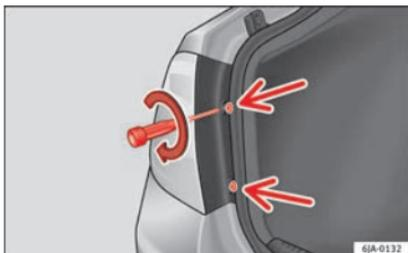

Fig. 103 Monter l'unité des feux arrière.
- Avec le tournevis fourni ou une clé Torx 20 (T20), vissez (dans le sens des aiguilles d'une montre »» fig. 103) les deux vis de fixation de la zone avant du feu.